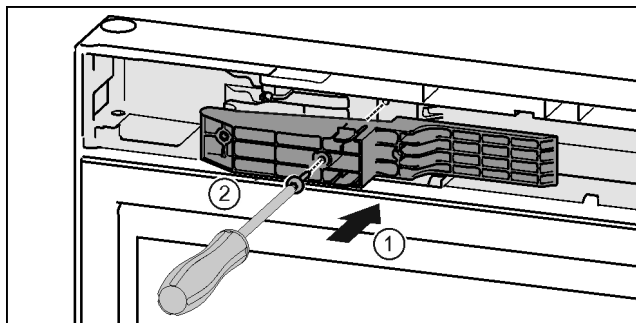

Fig. 48 \*
- ▶ Τοποθετήστε τον αντάπτορα στην πλευρά της λαβής στην εγκοπή. Fig. 48 (1)\*
- ▶ Σφίξτε τις βίδες με κατσαβίδι T15. Fig. 48 (2)\*